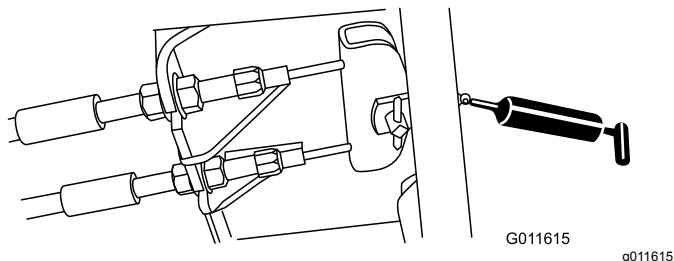

Figura 50
- Pedal do travão (1) (Figura 50)